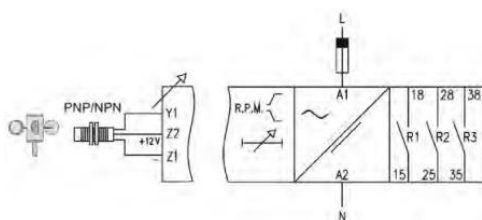

Fig.5 / Рис.5
1) Подключите основной источник питания (230 В переменного тока) к клеммам A1 и A2 блока управления. (Рис. 5) Если соединение выполнено правильно, то должен гореть зеленый светодиод.